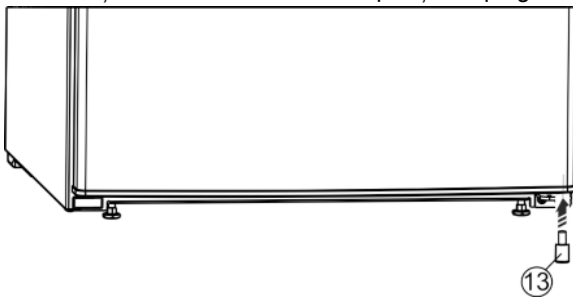

Fig. 6
- ▶ Remontați distanțatorul Fig. 6 (13) în partea inferioară dreaptă a ușii, deoarece este important pentru stabilitatea aparatului.